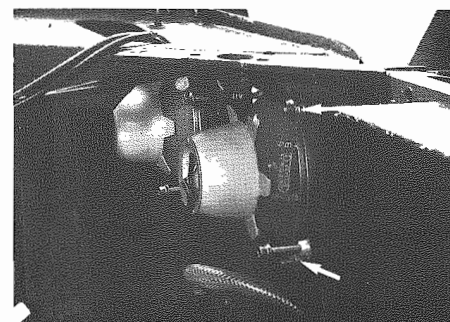

Fig. 17 - Viti di fissaggio proiettori
- Staccare i cavi elettrici ed allentare le viti di fissaggio proiettori (**Fig. 17**). Smontare i proiettori.
- Disconnect electric cables and loosen headlight fixing screws (**Fig. 17**). Remove the headlights.